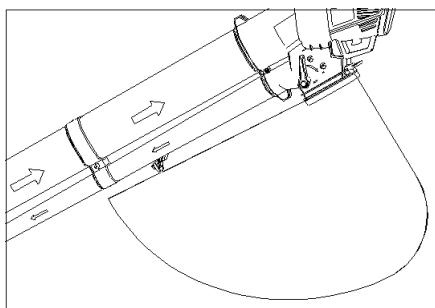
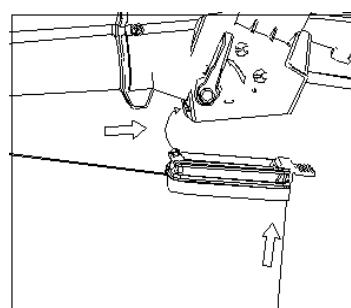

Fig. 7
Fig. 8
3. Montaggio del sacco di raccolta detriti (Fig. 7 e Fig. 8)
Tenere il gancio del sacco di raccolta sul tubo (vedere la Fig. 7), quindi individuare la staffa del sacco di raccolta detriti per inserire il tubo della curva (vedere la Fig. 8).
Selezionare la funzione di soffiaggio con la leva di selezione sul lato della macchina (fig. 7) e accenderla. Posizionare la macchina sulle rotelle e spostarla in avanti con l'estremità del tubo rivolta verso i detriti da rimuovere.
Prima di iniziare, ispezionare l'area da pulire. Rimuovere tutti i detriti e gli oggetti che possono essere lanciati, incastri o impigliati nell'aspiratore/soffiato. Selezionare la funzione di aspirazione con la leva di selezione sul lato della macchina (Fig. 7) e accenderla. Posizionare la macchina sulle rotelle e spostarla in avanti con l'estremità del tubo verso i detriti da aspirare. In alternativa, è possibile tenere l'estremità del tubo appena sopra il pavimento e farlo oscillare da un lato all'altro mentre si avanza, puntandolo verso i detriti da aspirare. Non spingere l'estremità del tubo in mezzo ai detriti per non intasare il tubo di aspirazione e ridurre l'efficienza dell'unità.